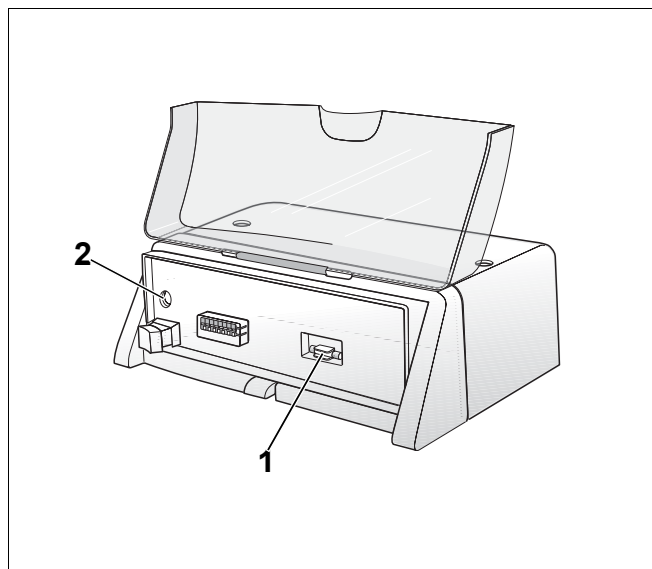

Рис. 12 Замена предохранителя отопительной установки
На передней стороне системы управления (за главным регулятором) находится выемка с запасным предохранителем для отопительной установки (рис. 12, поз. 1).
- Отверните крышку предохранителя отверткой, вращая ее против часовой стрелки (рис. 12, поз. 2).
- Выньте крышку с неисправным предохранителем (рис. 12, поз. 2).